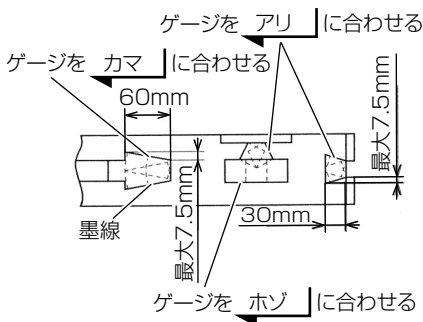

図 38
- (3) 縦送りハンドル、横送りハンドルを操作して、角のみを墨線に合わせたのち、穴あけ加工をします。(図 38)